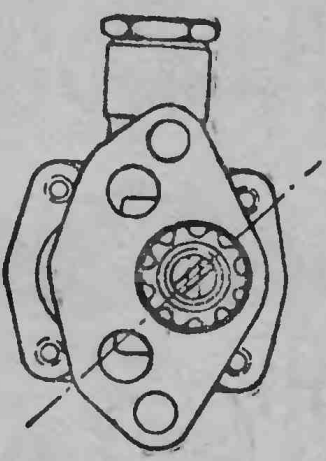

Рис. 19. Положение прорези в валике масляного насоса перед установкой его на двигатель.
2. Валик насоса повернуть так, как изображено на рис. 19, чтобы распределитель стоял вертикально, как это показано на рис. 19, стрелками линиями.